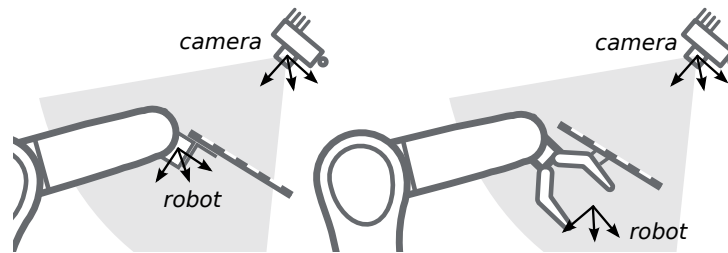

Abb. 5.19: Alternative Montageoptionen für die Befestigung des Kalibrieramusters am Roboter
5.18 und Abb. 5.19 angegeben, angebracht werden.
Bemerkung: Für das Modul zur Hand-Auge-Kalibrierung spielt es keine Rolle, wie das Kalibriermuster in Bezug auf das benutzerdefinierte *Roboter*-Koordinatensystem genau angebracht und positioniert wird. Das bedeutet, dass die relative Positionierung des Kalibriermoduls zu diesem Koordinatensystem weder bekannt sein muss, noch für die Kalibrieroutine relevant ist (siehe in Abb. 5.19).